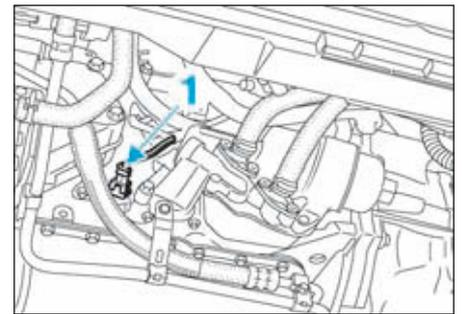

FIG.125
- Débrancher le connecteur électrique (1) de la sonde de niveau d'huile (Fig.125).